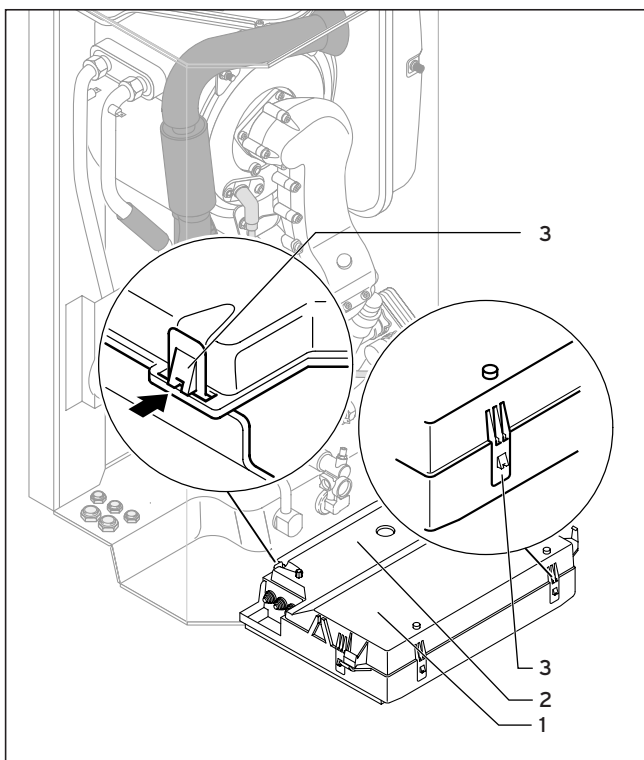

Fig. 5.8 Apertura della parte posizione della morsettiera
- Rimuovere il rivestimento frontale dell'apparecchio e ribaltare in avanti il pannello comandi (1).
- Aprire le clip sui punti (3) del coperchio posteriore (2) del pannello comandi ed alzare il coperchio (vedi fig. 5.8).
- Rimuovere il pannello frontale dell'apparecchio e ribaltare in avanti il box pannello comandi (1).
- Aprire le clip sui punti (2) del coperchio posteriore (2) del box elettronico ed alzare il coperchio (vedi fig. 5.8).